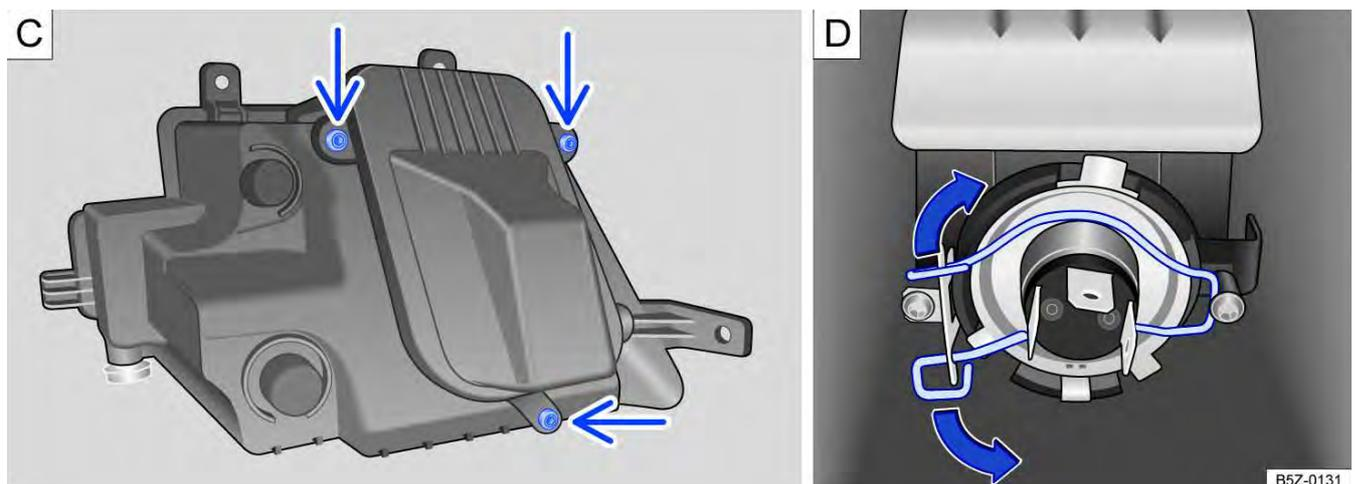

Fig. 141 No para-choque dianteiro: (C) retirar os parafusos da cobertura da lâmpada e (D) lâmpada do farol de neblina.
6. Retirar os parafusos indicados pelas setas → Fig. 141 C, para acessar a lâmpada do farol de neblina.
8. Comprimir a mola de travamento no sentido da seta e deslocá-la para destravar a lâmpada → Fig. 141 D.
13. Recolocar o conector de alimentação e inserir cuidadosamente o farol de neblina no alojamento do para-choque → ①.